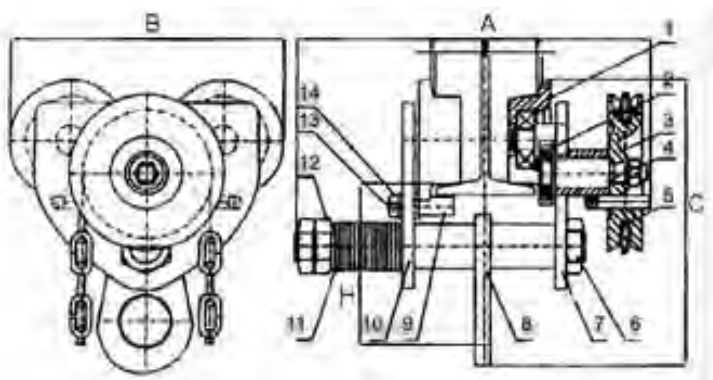

Рисунок 1. Габаритные размеры тележка приводная для тали тип В.
Тележка с приводом (см. рисунок. 1) состоит из левой пластины (10), правой пластины (7), подвесного штифта (6), подвесной пластины (8), ручного колеса (3), вала (4) и т.п.
• При монтаже тележки количество регулировочных шайб с внутренней и внешней стороны пластины должно быть одинаковым. С целью правильной установки внешнего зазора F между колесным фланцем и двутавровой балкой количество регулировочных шайб с внутренней стороны пластины в случае необходимости может быть увеличено или уменьшено на единицу (см. рисунок 1).
• После монтажа тележки на двутавровой балке, подтяните гайки (12) на подвесном штифте (6) и проверьте работоспособность тележки при малой нагрузке. При хорошем контакте колес с двутавровой балкой затяните стопорные гайки. При затяжке гаек соблюдайте осторожность.
• После монтажа тележки с приводом на двутавровой балке (см. рисунок 1) необходимо выставить зазор F между вращающейся втулкой (9) и основанием двутавровой балки, для чего ослабьте гайку (14) и передвигайте ось (13) до установления требуемого согласно спецификации значения, после чего затяните гайку (14).